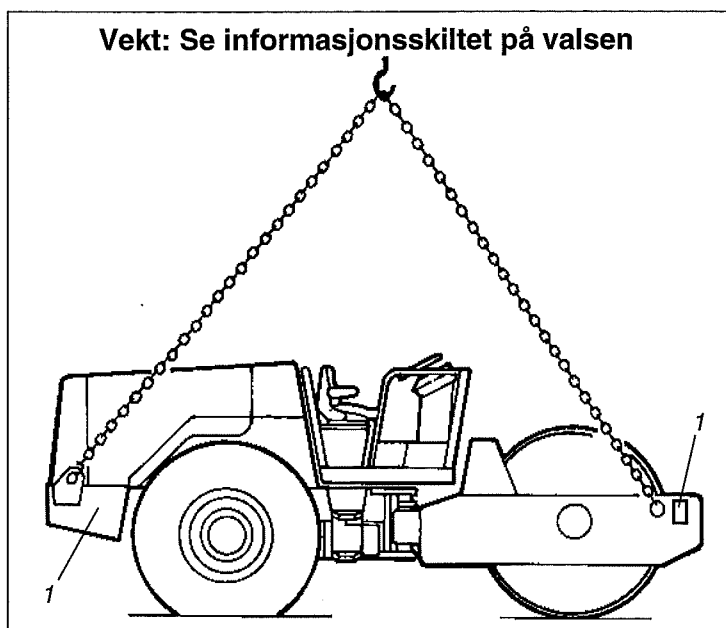

Fig. 23 Løfting av vals
Ikke gå under hengende last. Pass på at krokene til løftedningen sitter sikkert på plass. Les den innstansede maskinvekten på løfteskiltet (1) for å kontrollere maskinens vekt (fig. 23).